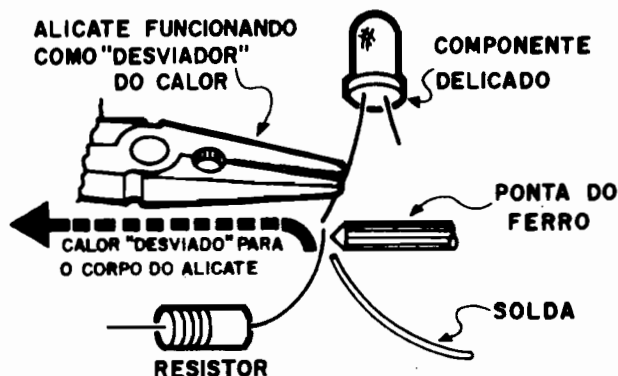

Fig.10
- **FIG. 10** - Usando um "desviador" de calor na proteção de componentes delicados. Os semicondutores (diodos, LEDs, transístores, Circuitos Integrados, etc.) e os capacitores eletrolíticos (todos esses componentes serão abordados em Lições específicas de ABC, no seu devido momento...) não "gostam" do calor excessivo. Seus terminais e estrutura interna, são industrialmente projetados para resistir à temperatura de soldagem por apenas **alguns segundos**. Aí vão algumas recomendações importantes para que não seja ultrapassada a sua "aceitação" térmica:
- Algumas junções são difíceis de se realizar rapidamente. Nesse caso, um "desviador" de calor deve ser providenciado (FIG. 10). Um alicate de bico (ou pinça travante metálica) aplicado ao terminal do componente delicado, "absorverá" o calor gerado, protegendo o componente. Para manter o alicate com o "bico fechado" (salvo grave defeito genético, ninguém tem 3 mãos: **uma** para segurar o ferro, **outra** para segurar a solda e a **terceira** para apertar o alicate...), uma cinta de elástico ou borracha aplicada às manoplas do dito alicate é um "truque" válido, muito utilizado...